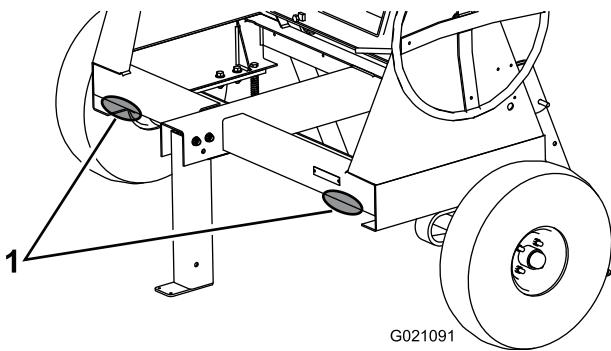

Figura 1
2. Coloque soportes fijos debajo del travesaño delantero del bastidor para evitar que la máquina vuelque hacia adelante (Figura 1).